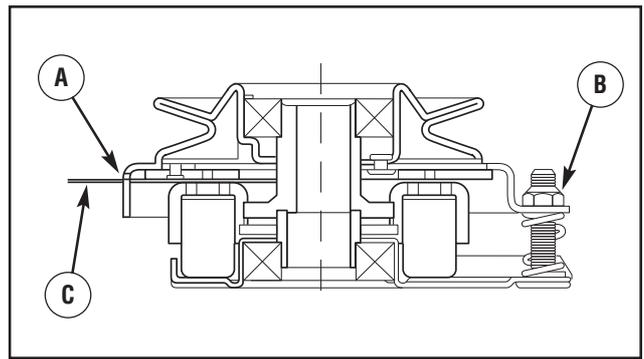

Figura 23: Regolazione della frizione del PTO
3. Inserire uno spessimetro di 0,40-0,45 mm (0,016-0,018 pollice) (C, figura 23) in ciascuna finestra, posizionandolo tra la faccia del rotore e quella dell'armatura nel modo indicato.
4. Stringere alternativamente i dadi di regolazione (B) finché la superficie del rotore e quella dell'armatura fanno appena contatto con lo spessimetro.